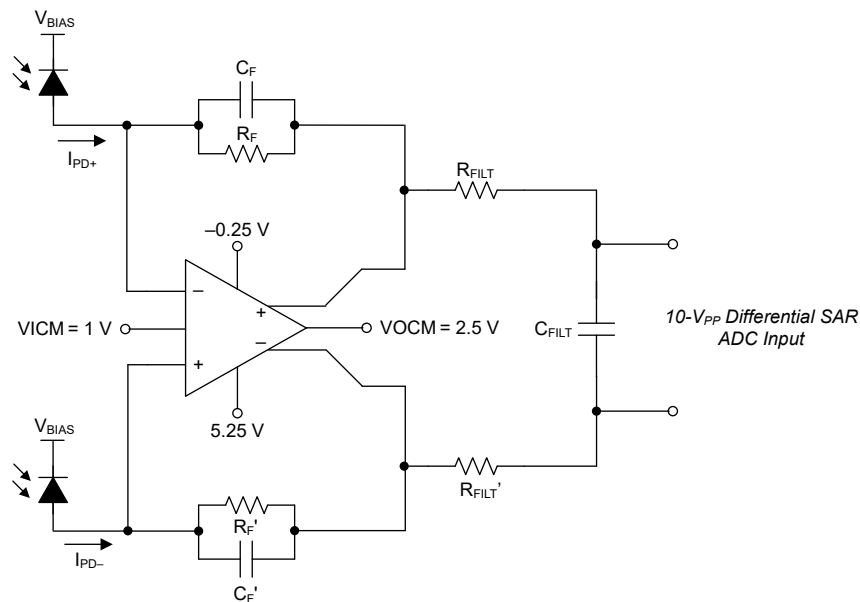
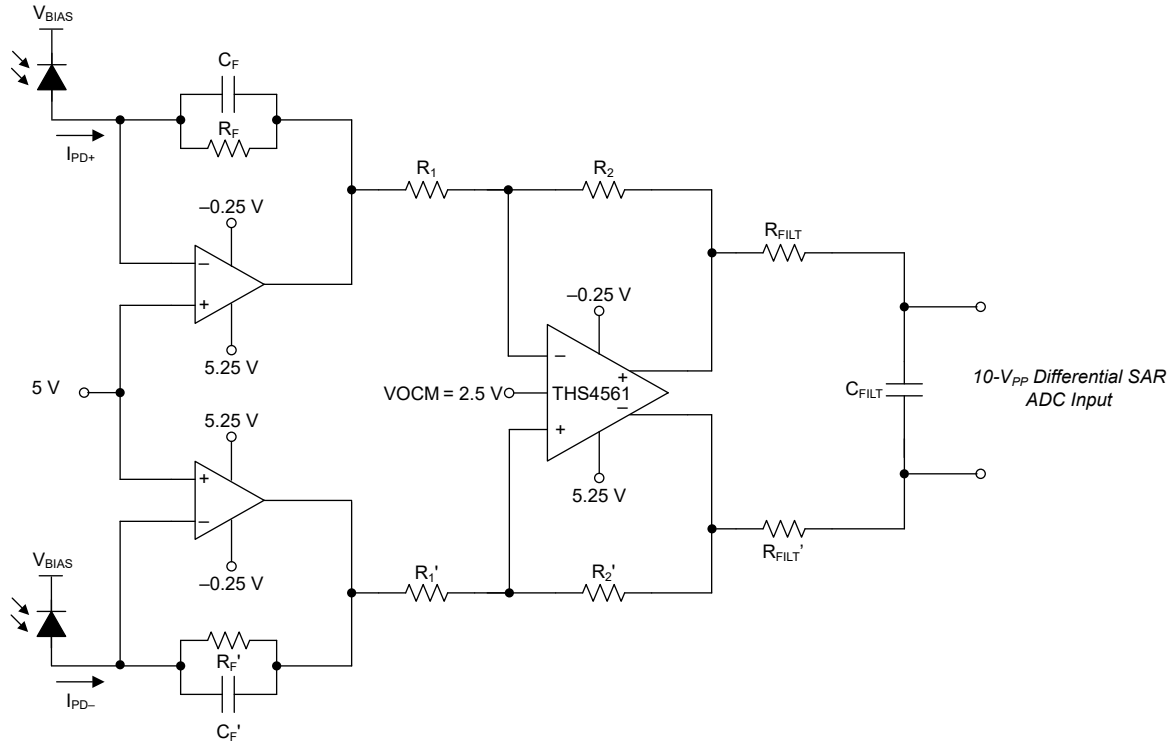

図 8-2. 差動 TIA + ADC ドライバ内蔵 THS4567
図 8-3. ディスクリート差動オペアンプ TIA + 2 段階 ADC ドライバ
THS4567 入力同相モード ループの主な使用事例は、周囲光による同相モード オフセットが大きい差動トランスインピーダンス アプリケーションです。このセクションでは、図 8-2 に示す入力同相モード ループがイネーブ (TIA モード) のときの THS4567 デバイスの性能を、図 8-3 に示す 2 つのディスクリート オペアンプ チャネル (OPA モード) を使用した差動 TIA 実装と比較します。
- 図 8-2 に示すように、カソードバイアスでフォトダイオード (PD) を構成している場合、両方の PD に光が入射したときに電流を供給します。PD の両端で逆バイアスを最大化するため、VBIAS は 通常、アンプの正電源電圧または利用可能な最大の正電源電圧に設定します。
OPA モードの構成を、図 8-3 に示します。この構成では、PD の両端に逆バイアス ( $5.25V - 5V = 0.25V$ ) が発生するため、TIA モードと比較して PD 容量が大幅に増加します。
図 8-3 に示す 1 段目のトランスインピーダンス アンプ構成の出力を、図 8-6 に示します。出力同相モードの中心は  $0.83\text{V}$  です。同相モードでのオフセットは、周囲光によるオフセットによって発生します。さらに重要なことは、差動出力スイングがわずか  $3.33\text{V}$  であることです。ADC のダイナミックレンジを最大化するために、後段の THS4561 差動アンプ段を  $3\text{V/V}$  の信号ゲインに構成します。また、THS4561 デバイスはレベルシフトを実行して、出力同相モードの中心を  $2.5\text{V}$  にします。